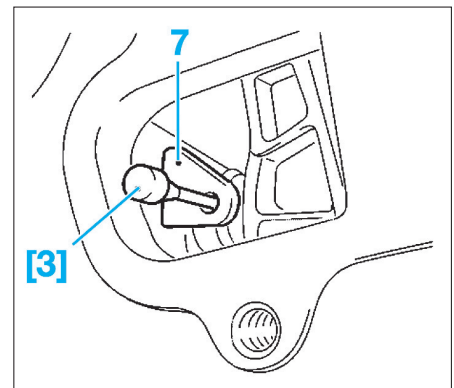

FIG. 70
- Comprimer le tendeur de chaîne de distribution (7) et le bloquer avec l'outil [3] (Fig.70).